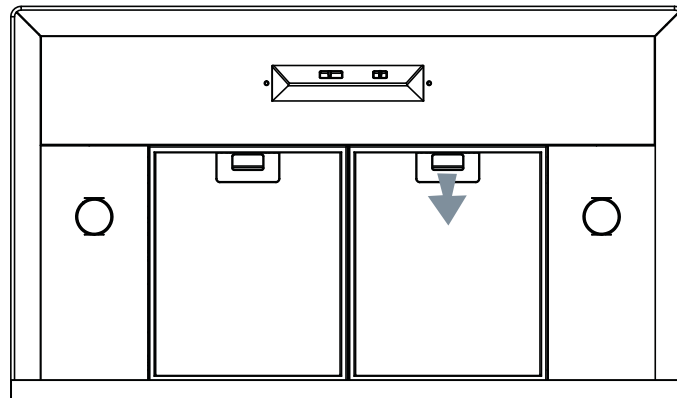

Fig 5
**Remplacement des filtres à tamis (Fig. 5)**